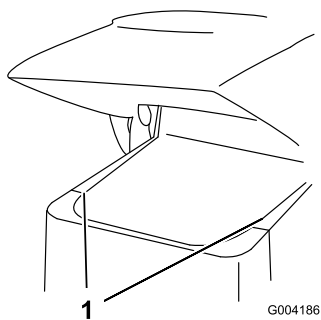

Рисунок 26
2. Сдвиньте вверх боковые решетки (Рисунок 26) и извлеките их из пазов передней решетки и рамы.